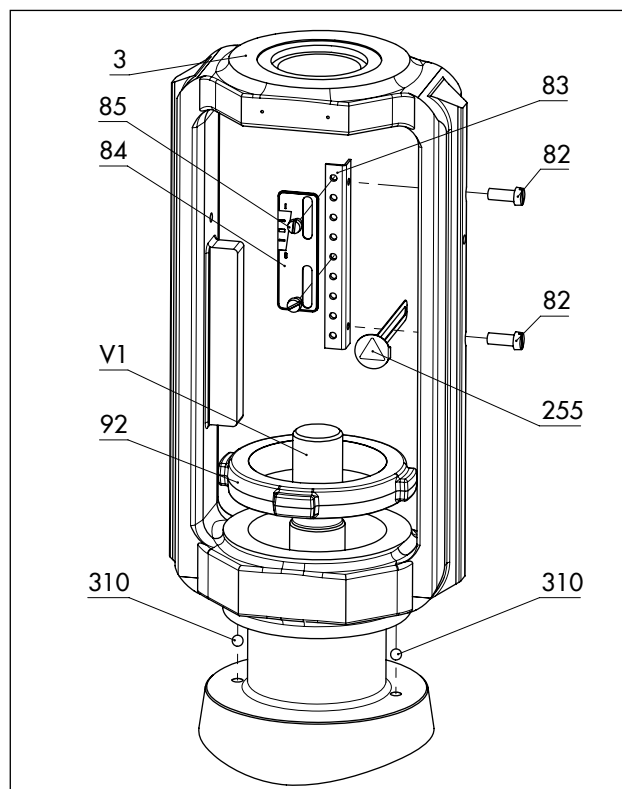
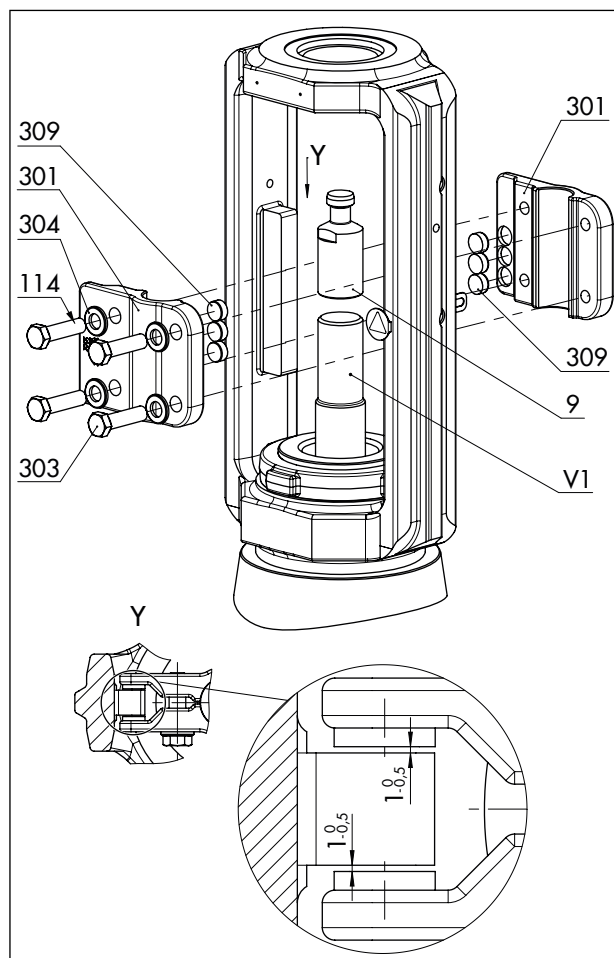

Fig. 14 : Schéma de montage de l'ensemble de l'arcade avec indicateur de course en exécution standard
Fig. 15 : Schéma de montage du dispositif de blocage en exécution standard
Cf. Fig. 14 et Fig. 15
- Il existe un interstice nominal de 0,5 à 1 mm de chaque côté entre les rondelles de glissement et leur support sur l'arcade (cf. détail Y dans la Fig. 15).